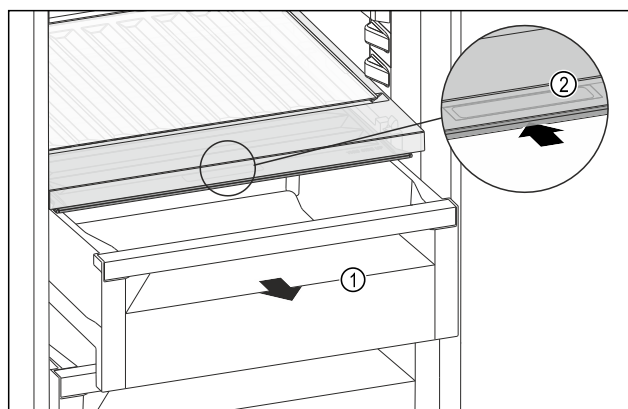

Fig. 193
- ▶ Извлеките выдвижной ящик *Fig. 193 (1)*.
- ▶ Возьмитесь за утепленную ручку *Fig. 193 (2)* на крышке отделения и одновременно введите крышку отделения назад.